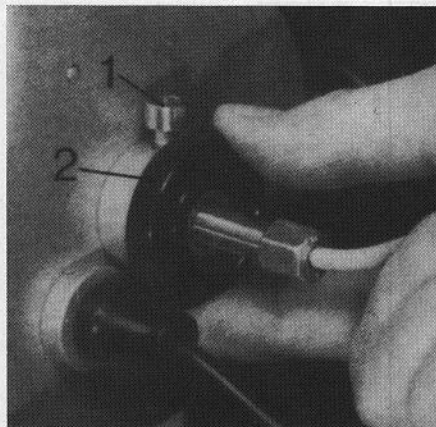
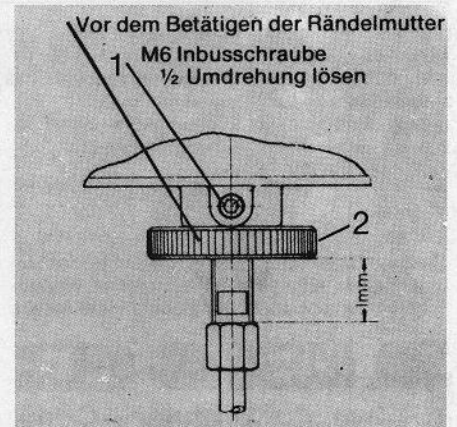

Abb. 23
Abb. 24
- b) Feineinstellung der Verbrennungsluft. Die genaue Dosierung der Luftmenge zur optimalen Verbrennung wird über die Längsverschiebung des Düsengehänges und damit der Stauscheibenposition im Flammenrohr erreicht (Abb. 23 Pos. 2 bzw. Abb. 24 Pos. 2).
(Abb. 23 Pos. 1 bzw. Abb. 24 Pos. 1) um eine halbe Umdrehung und anschließendes Verdrehen der Rändelmutter (Abb. 23 Pos. 2 bzw. Abb. 24 Pos. 2). Rechtsdrehung der Rändelmutter bedeutet mehr Luft bzw. weniger Pressung. Linksdrehung der Rändelmutter bedeutet weniger Luft bzw. mehr Pressung. Ausgangsbasis für die Einstellung mittels Rändelmutter sollten die von der Kesselleistung abhängigen Werte L der Tabelle (Abb. 34) sein. Hierbei ist das in der Tabelle angegebene Maß L durch Verdrehen der Rändelmutter am Düsengestänge gemäß Abb. 34 einzustellen. Nach der Einstellung ist die Inbusschraube M 6 wieder anzuziehen.